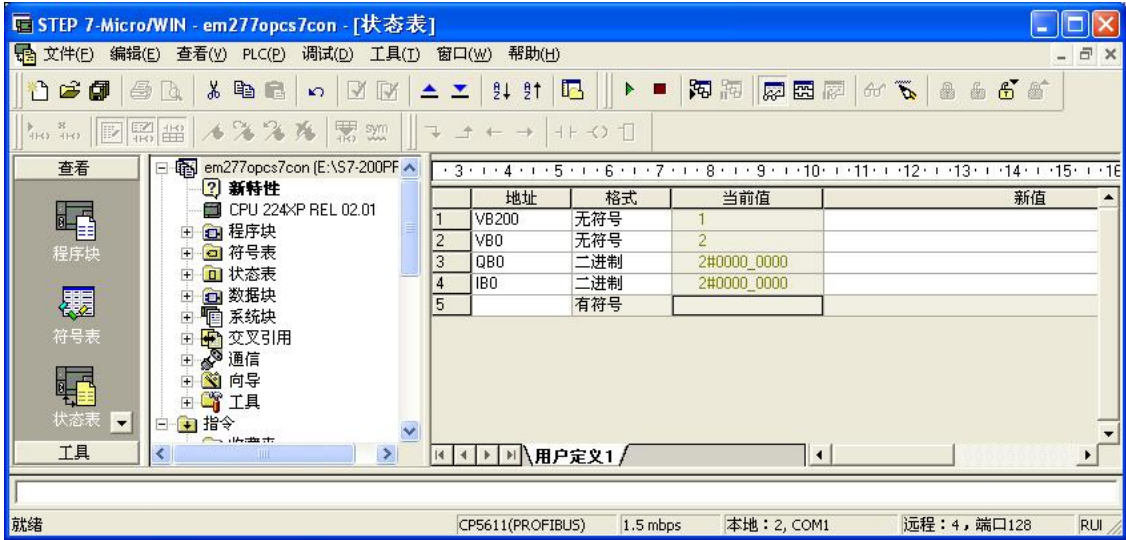

图 25
3. 在 200CPU 侧对 V 变量赋值如图 25，VB200 和 VB0